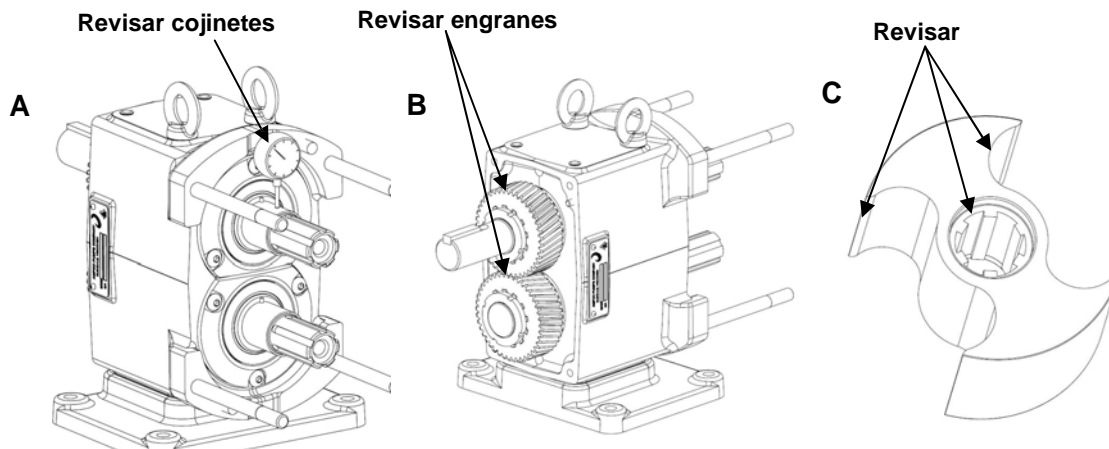

Figura 24: Controles anuales de mantenimiento
- Revise los cojinetes de la caja de engranes midiendo el movimiento radial del eje con un indicador de cuadrante (Figura 24, A). Si el movimiento es mayor o igual que el espacio entre el rotor y el cuerpo que se encuentra en la página 33 (Tabla 4), reemplace los cojinetes.
- Retire la cubierta de la caja de engranes (vea la página 24 para obtener información sobre el desensamblaje) e inspeccione los engranes para ver si están desgastados o dañados (Figura 24, B). También revise si hay holgura y juego.
- Inspeccione los rotores en busca de signos de desgaste y grietas de tensión alrededor de las áreas definidas en la Figura 24, C. Reemplácelos, de ser necesario.